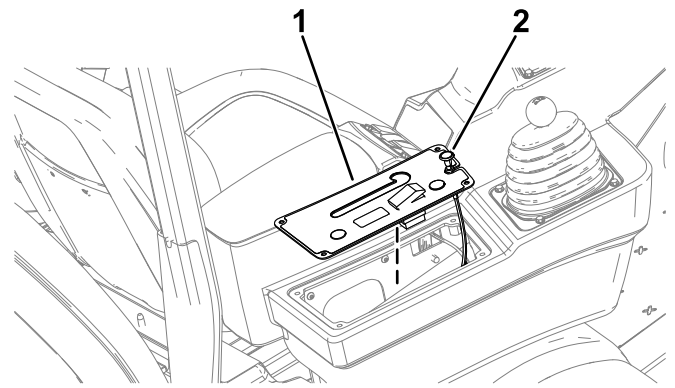

図 46
3. コントロールパネルのカバーとチョークコントロールを持ち上げる 図 46。